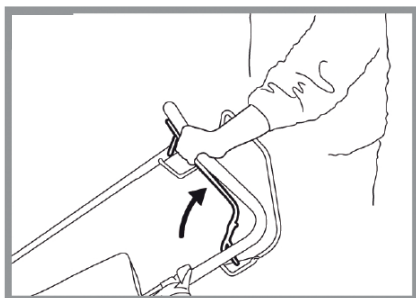

Рис.13 Рис.14
3. Встаньте позади рукояток. Прижмите рычаг тормоза двигателя спереди рукоятки, чтобы рычаг находился напротив рукояток (рис.13). Возьмитесь за ручку стартера другой рукой.
Запустите газонокосилку (см запуск двигателя). Продолжайте держать рычаг тормоза (см рис.13), отпуская рычаг тормоза останавливает двигатель, чтобы избежать несчастных случаев (рис 15). Для движения газонокосилки вперед, переместите рычаг привода вверх и вперед (рис.16). После скашивания и опустошения травосборника необходимо остановить двигатель.